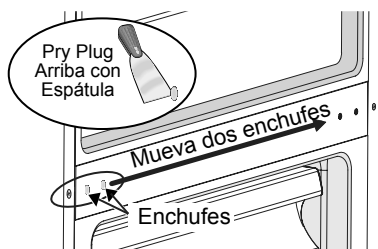

Figura 15
23. Utilice una espátula para quitar con cuidado los tacos de los tornillos de la bisagra central y vuelva a colocarlos en el lado contrario del armario (ver Figura 15).